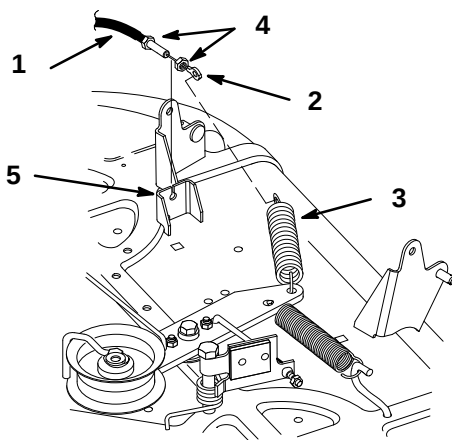

Abbildung 45
10. Die erste Gegenmutter entfernen und die zweite Gegenmutter ganz auf das Mähwerkkabel schieben. Das Kabel durch den Schlitz im Deckbügel führen und die zweite Gegenmutter auf das Kabel schieben (Abb. 45).
11. Das Ende des Mähwerkkabels auf die Leitradfeder haken (Abb. 45).